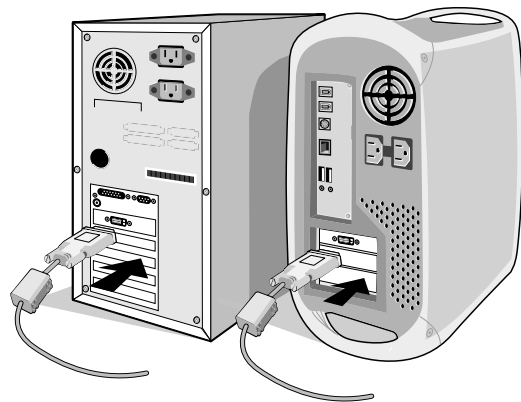

Figura A.1
2. **Per PC o MAC con uscita digitale DVI:** Collegare il cavo dei segnali DVI al connettore della scheda video del sistema (**Figura A.1**). Serrare tutte le viti.
**Per PC con uscita analogica:** Collegare il cavo segnali mini da D-SUB a 15 pin a mini D-SUB 15 pin al connettore della scheda video del sistema (**Figura A.1**).